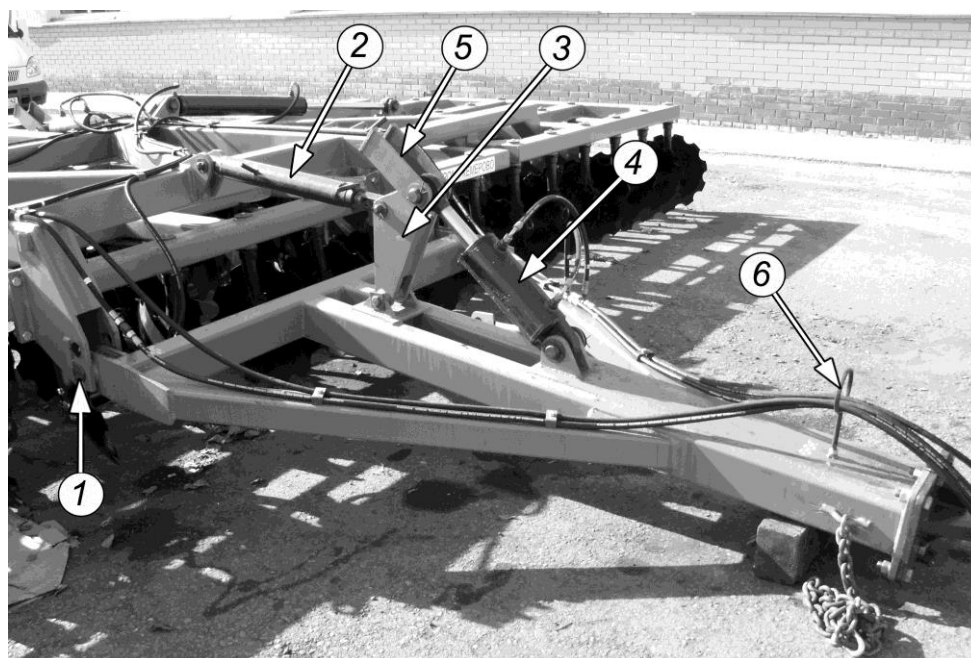

Рис. 4.4.1
2. С помощью талрепа 2 (рис.4.4.1) выровнять уровень рамы дисковой бороны поперек направления движения. То есть расстояние от земли до режущих дисков в каждом ряду должно быть одинаково.